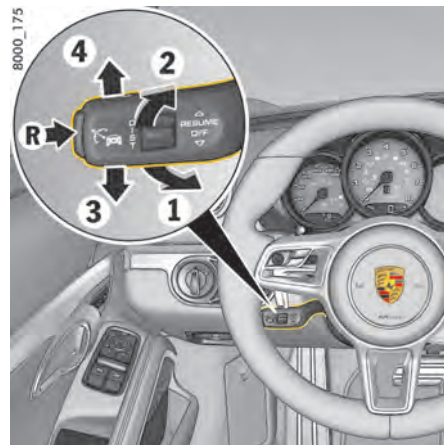

Fig 192: Levier de commande du régulateur de vitesse adaptatif (ACC)
1. Poussez le levier de commande du volant vers l'avant (Fig. 192 à la page 254, 1).
- ▶ Poussez brièvement le levier de commande du volant vers l'avant (Fig. 192 à la page 254, position 1).
- ▶ Tirez brièvement le levier de commande vers le volant (Fig. 192 à la page 254, position 2).